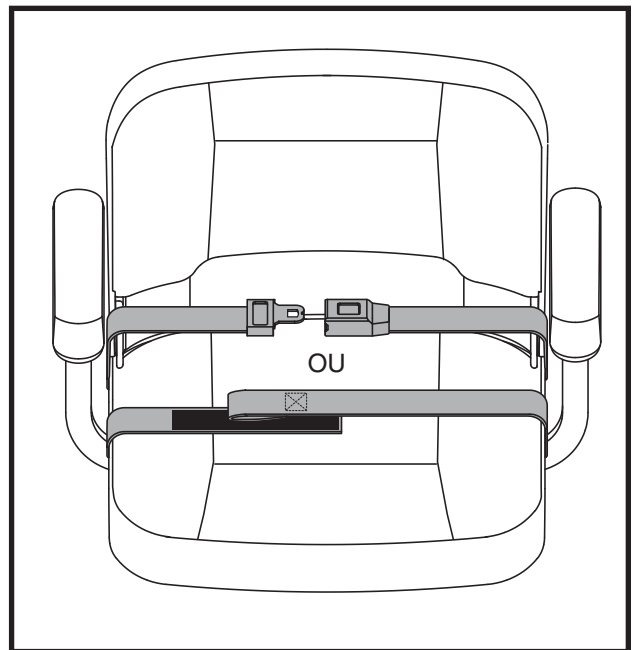

Figure 22. Ceinture de positionnement - De type attache in métal ou ceinture de positionnement - Crochet réutilisable et boucle de fixation
1. Insérez l'onglet de la ceinture côté droit dans la boucle de ceinture côté gauche jusqu'à ce que vous entendiez le "clic". **Voir la figure 22.**
1. Alignez les deux côtés de la ceinture en plaçant les deux bouts directement au-dessus du côté de l'attache ("crochet") du côté opposé de la ceinture. Pressez fermement ensemble pour attacher. **Voir la figure 22.**